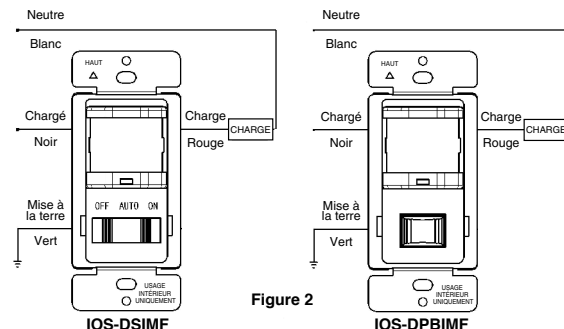

Figure 2
1. Raccorder les fils comme illustré sur le SCHÉMA DE CÂBLAGE (voir Figure 2) : Fil noir à la ligne (sous tension), fil rouge à fil de charge, fil vert à masse.